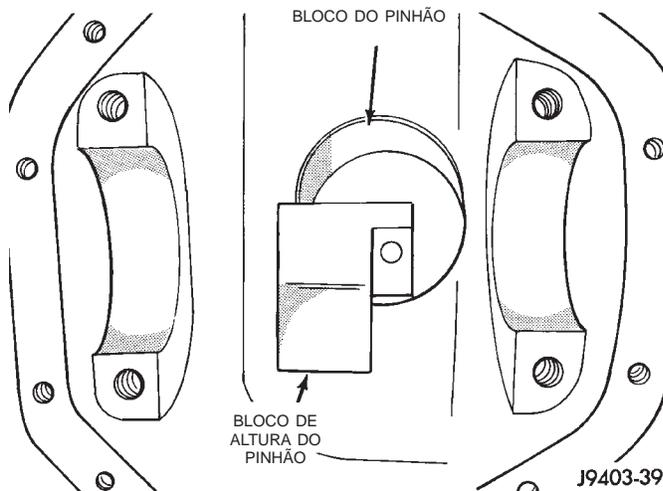

Fig. 43 Bloco de Altura do Pinhão - Típico
(2) Insira os componentes do medidor de altura montados, o mancal traseiro e o parafuso na carcaça do eixo através das capas do mancal do pinhão (Fig. 43).